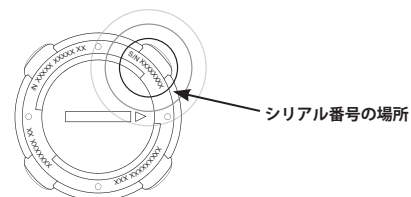

図 2. InfoKey コントローラ シリアル番号の場所
1. S/N で始まるシリアル番号が InfoKey コントローラの裏側にあります (トリムリングの下をみてください) (図 2 を参照)。